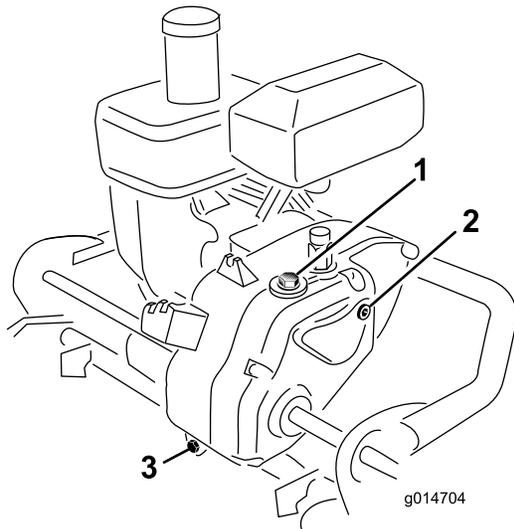

Figura 34
2. Retire el tapón de vaciado de la parte trasera de la transmisión (Figura 34).
3. Empuje el manillar hacia abajo e incline la máquina hacia atrás. Retire el tapón de verificación del lado derecho de la transmisión (Figura 34).
6. Retire el tapón de llenado de la parte superior de la transmisión (Figura 34). No retire el tubo de ventilación.